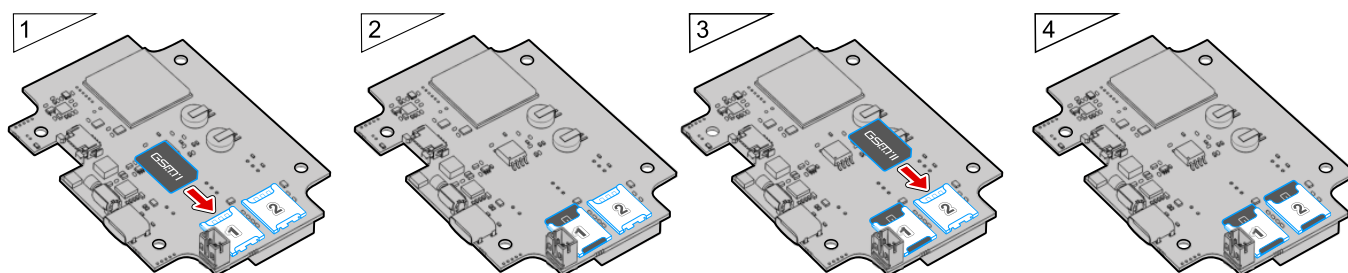

Рис.3. Установка SIM-карты
- Снимите заднюю крышку устройства, открутив четыре крепежных винта. Разъемы для установки SIM-карт находятся на обратной стороне печатной платы (**Рис.3,п.1**).
- Установите основную SIM-карту контактами вниз в первый SIM-держатель. При этом срезанный угол SIM-карты должен совпадать с ключом, нарисованным на печатной плате (**Рис.3,п.2**).
- При необходимости установите резервную SIM-карту контактами вниз во второй SIM-держатель. Убедитесь, что срезанный угол SIM-карты совпадает с ключом, нарисованным на печатной плате (**Рис.3,п.3**).